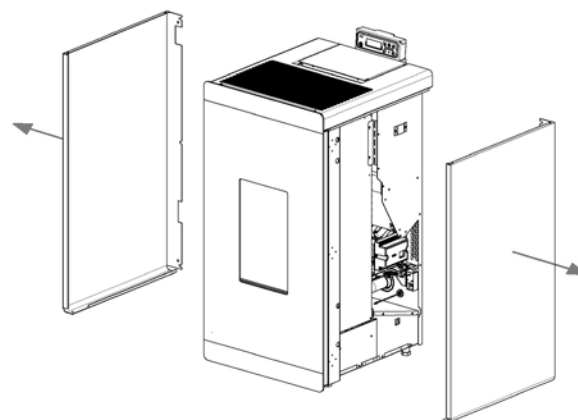

Fig. 71 - Rimozione fianchi
- Sganciare i fianchi laterali (vedi **Fig. 71**).
- Rimuovere i fianchi (vedi **Fig. 71**).